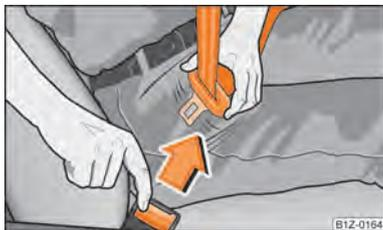

Fig. 121 Soltar a lingueta do fecho para fora da fechadura do cinto
- Carregue na tecla vermelha na fechadura do cinto ⇒ Fig. 121. A lingueta do fecho salta para fora através da pressão da mola.